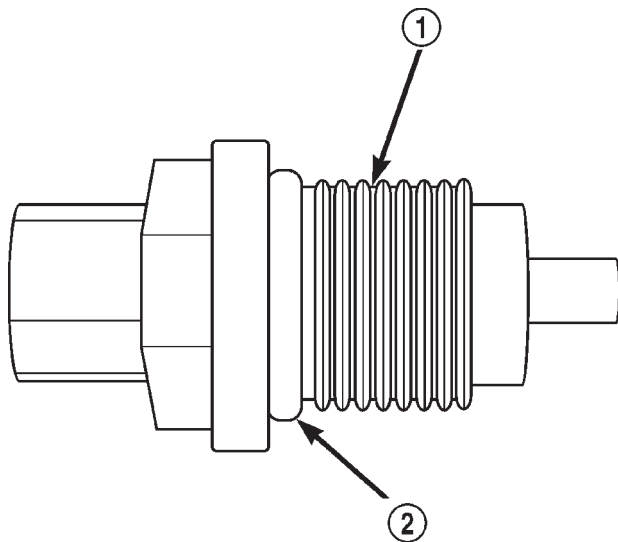

Fig. 298 Localización del anillo O
- (5) Revise el anillo O del sensor de velocidad (Fig. 298) y reemplácelo si es necesario.
- (1) Verifique que el anillo O esté instalado en su sitio (Fig. 298).
- (2) Instale y apriete el sensor de velocidad de impulsión con una torsión de 27 N·m (20 lbs. pie).
- (3) Conecte el conector del sensor de velocidad.
- (4) Conecte el cable negativo de la batería.